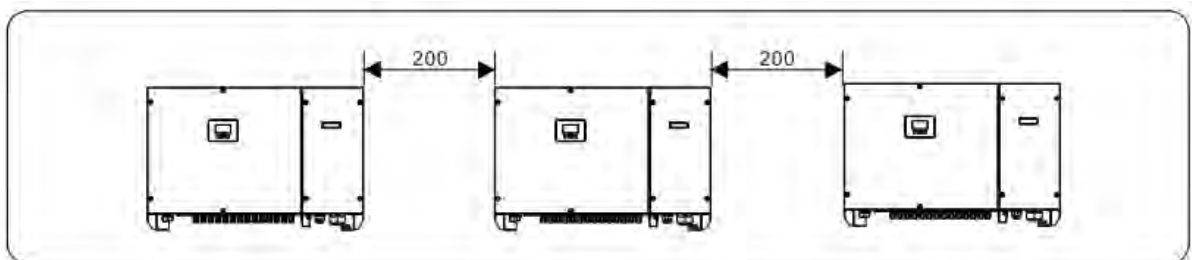
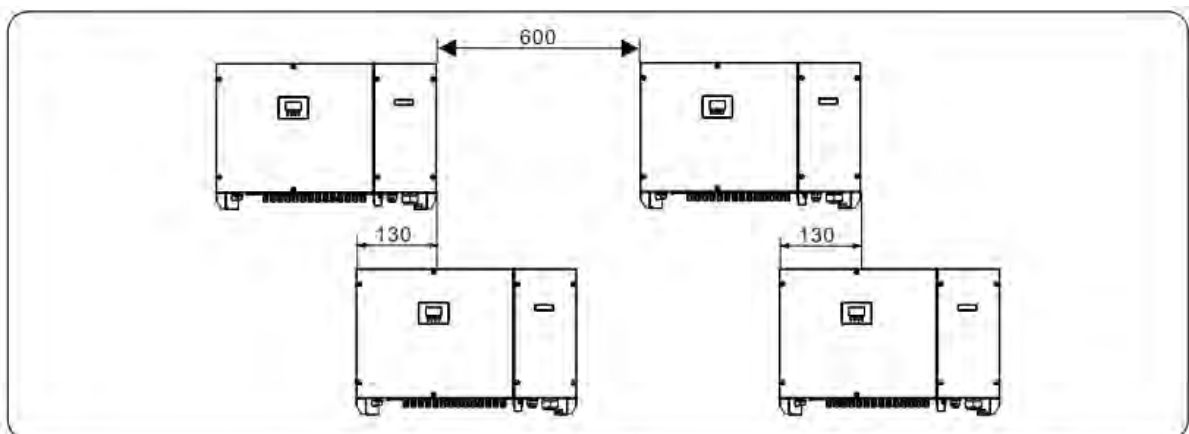

Figura 4.5 - Installazione lungo la stessa linea (unità: mm)
Figura 4.6 - Installazione in modalità sovrapposta
c. c. Quando si installano più inverter, installarli lungo la stessa linea (come mostrato nella Figura 4.5) se lo spazio disponibile è sufficiente, e installarli in modalità triangolare o impilata (come mostrato nella Figura 4.6) se non è disponibile uno spazio sufficiente. Le modalità di installazione garantiscono uno spazio sufficiente per l'installazione e la dissipazione del calore.